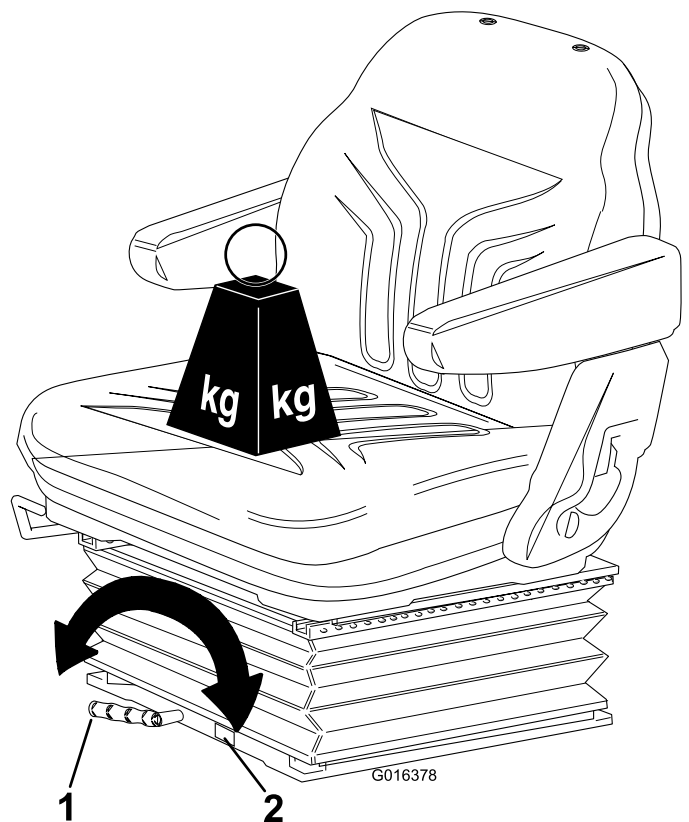

Figura 23
- **Ajuste según el peso del operador:** Gire la palanca en sentido horario para aumentar la rigidez de la suspensión, y en sentido antihorario para reducirla. El dial indica el ajuste óptimo de la suspensión según el peso del operador (kg); consulte Figura 23.